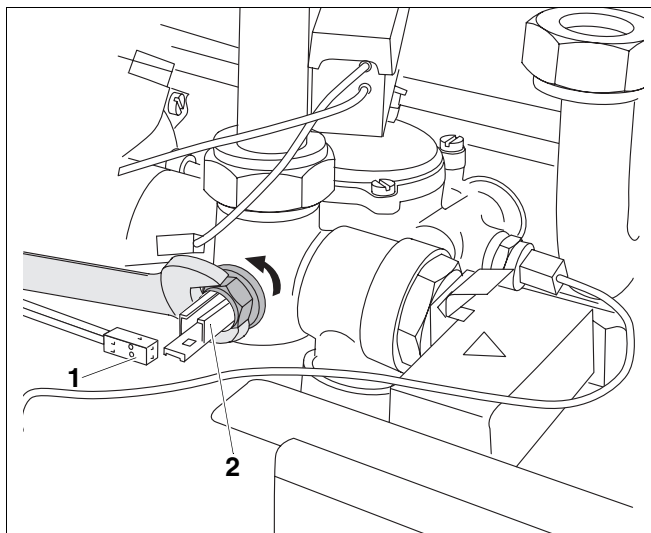

Рис. 21 Замена датчика отопления
- Разъединить штекерный разъем (рис. 21, поз. 1).
- Вывернуть датчик отопления (рис. 21, поз. 2) и заменить его новым (с использованием новой прокладки).